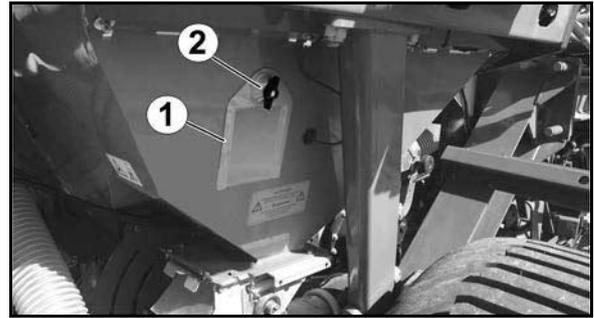

Fig. 112
4. Tournez la roue d'entraînement (Fig. 112/1) avec la manivelle (comme pour le contrôle de débit) dans le sens de la flèche jusqu'à ce que les tambours de dosage et le doseur soient complètement vides.